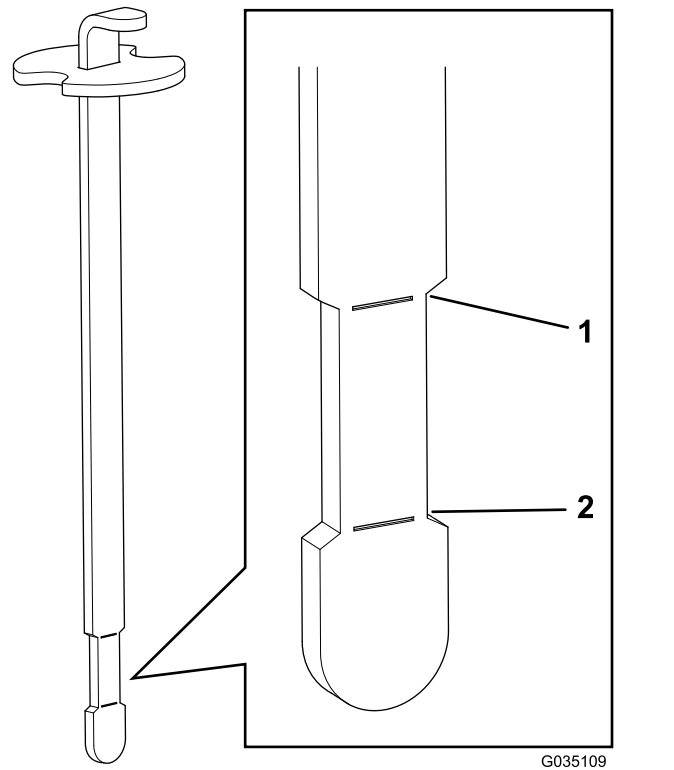

Figura 40
6. Inserte la varilla en el cuello de llenado; luego retírela y compruebe el nivel del fluido (Figura 40).